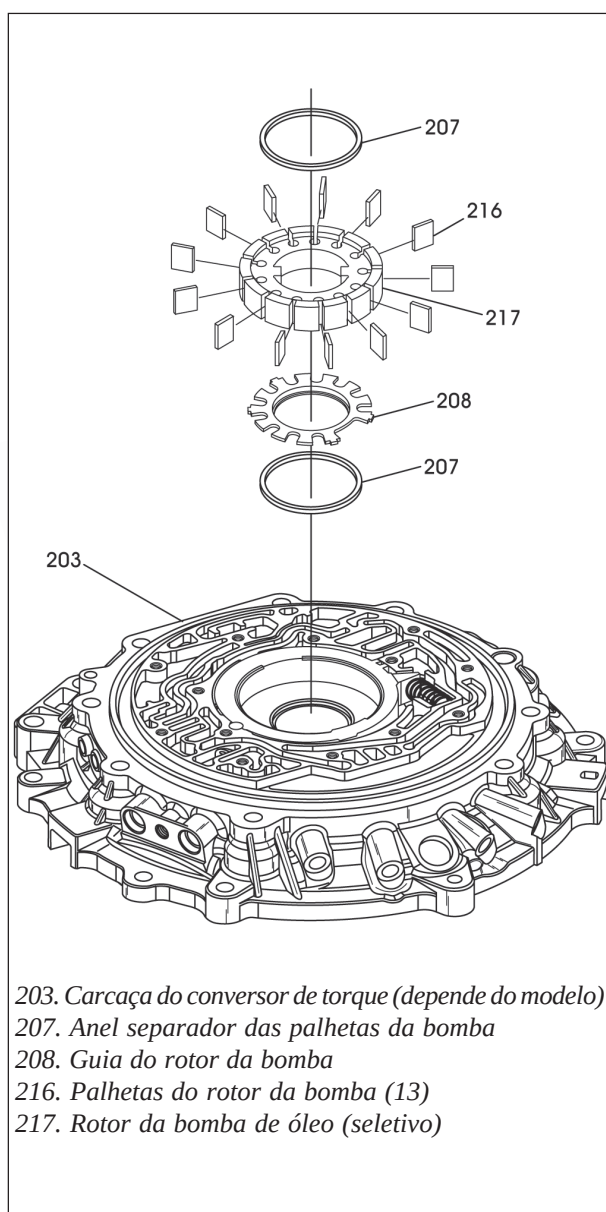

Figura 71
34. Instale um dos anéis separadores da bomba de óleo no alojamento da bomba, conforme mostra a figura 71.
36. Instale as treze palhetas do rotor da bomba em seus alojamentos no rotor, conforme mostra a figura 71.